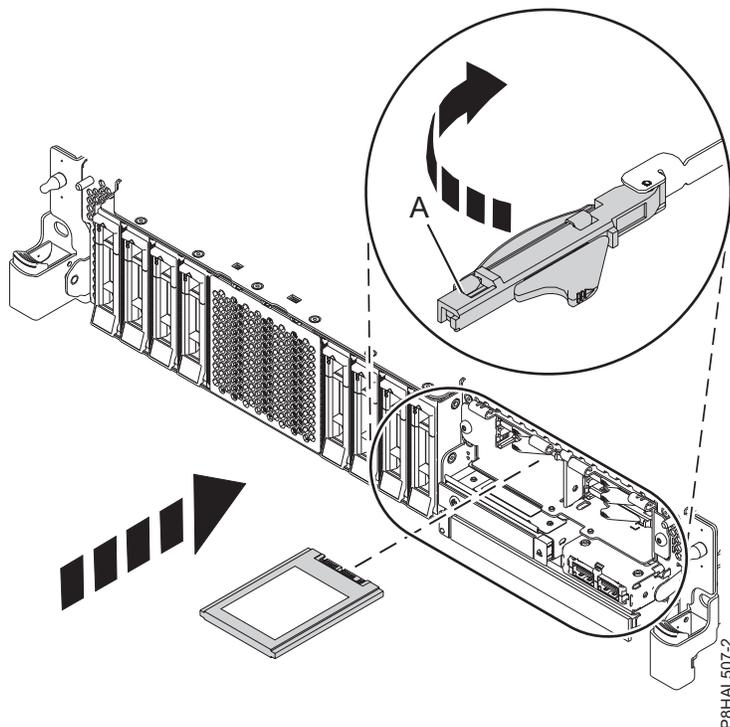

Figura 26. Instalar uma unidade SSD num sistema de função expandida
16. Com a pega do compartimento de unidade de SSD (A) na posição desbloqueada, puxe a alavanca para fora para ter acesso às calhas na ranhura de SSD. Apoie a parte inferior da SSD à medida que a alinha com as calhas na ranhura de SSD. Consulte Figura 26 na página 30.
21. Bloquee a unidade ao rodar a pega do compartimento **(A)** na direcção demonstrada em Figura 26.